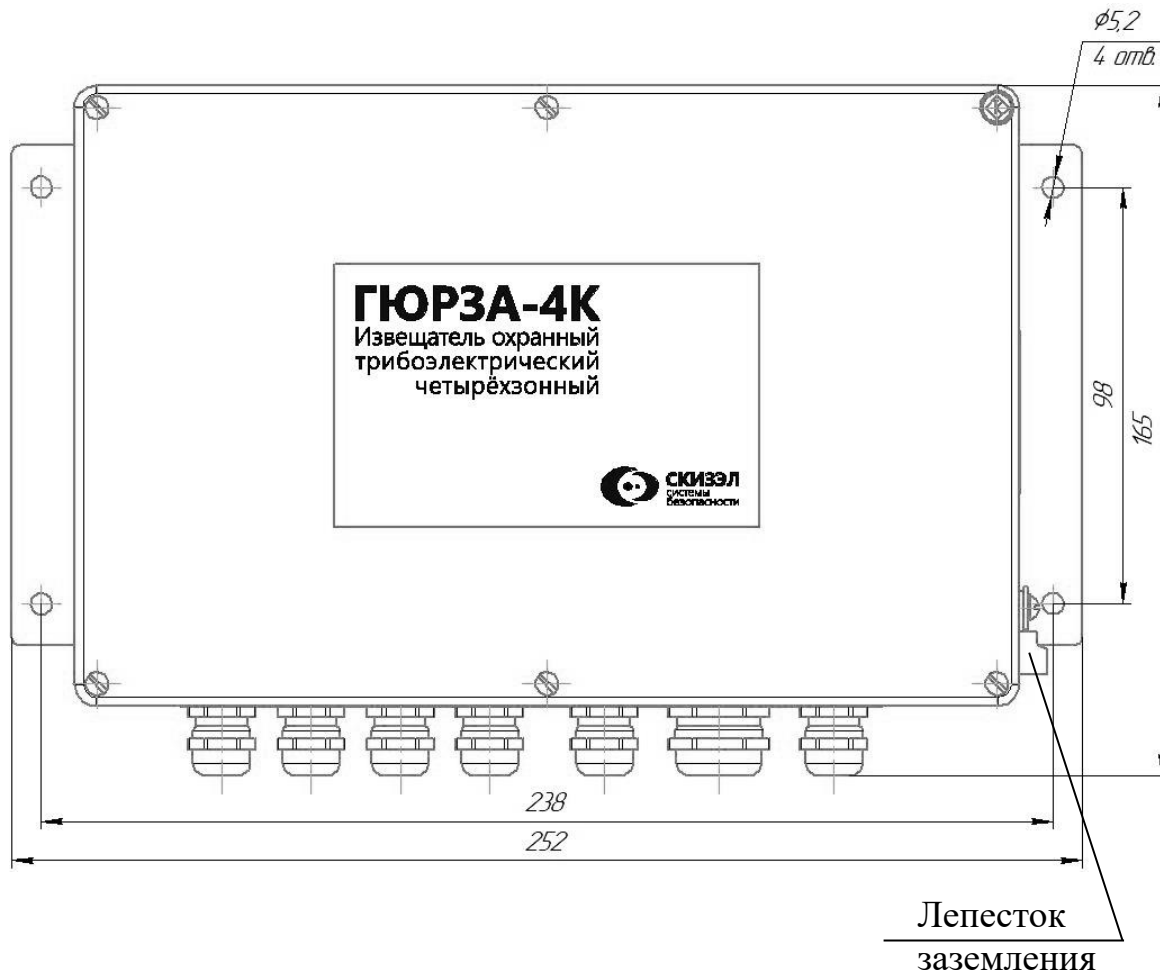

Рисунок 5.1 – Блок обработки сигналов
- вывинтить шесть винтов крепления крышки и снять крышку (рисунок 5.1);